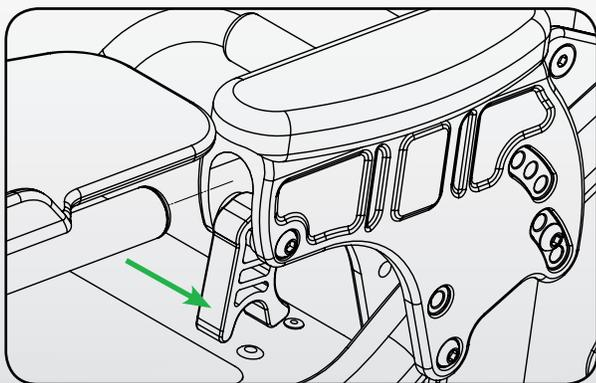

Figure 29
1. Pour insérer le plateau, faites basculer les dispositifs de blocage par came des deux côtés vers le bas. Consultez figure 29.